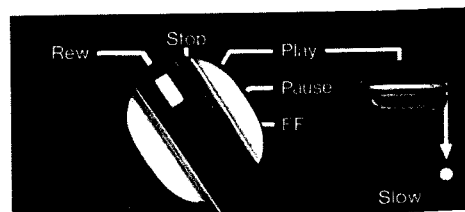

Abb. 5
In dieser Stellung wird das Band schnell zurückgespult (Abb. 5). Der Bandlängenzähler ⑨ dient zum Wiederfinden bestimmter Stellen. Ist das Band völlig zurückgespult, so hält der Antrieb automatisch an: der Schalter ist dann in Stellung STOP zu bringen.